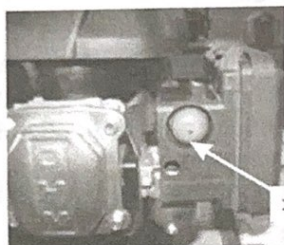

Рис. 22
-Надавите на кнопку подкачки топлива (X) (если она имеется) с усилием 3 раза (рис.22).